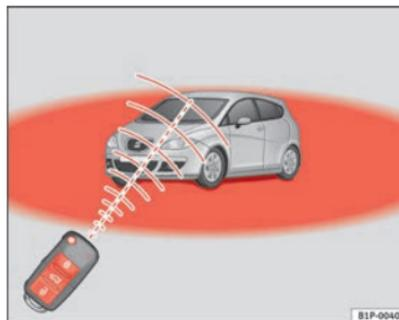

Fig. 63 Raio de ação do comando à distância por radiofrequência
- O comando à distância por rádio-frequência só funciona, se se encontrar dentro do seu raio de acção ⇒ Fig. 63 (superfície vermelha).